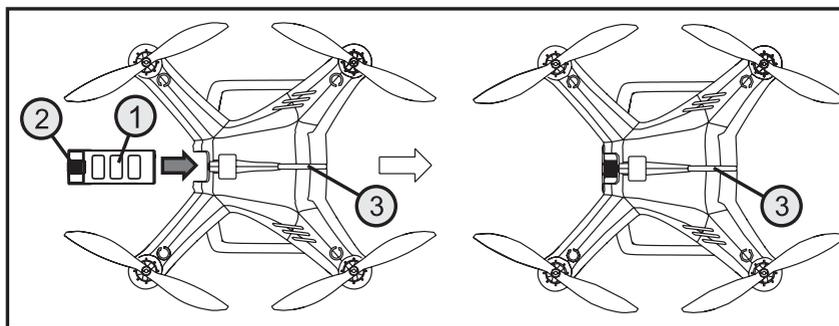

Figura 16
Ora spingere l'accumulatore spento (vedere figura 16, pos. 1) con i contatti dei terminali di ricarica in avanti nel quadricottero. Premere leggermente la superficie corrugata del meccanismo di blocco dell'accumulatore (vedere figura 16, pos. 2) in modo che la linguetta di bloccaggio scatti e l'accumulatore venga trattenuto in modo sicuro nel quadricottero.
I LED di stato (vedere figura 16, pos. 3) si illuminano di luce gialla (rosso e verde) e il quadricottero esegue un auto-test. Dopo un breve periodo di tempo i LED rivolti verso il basso presenti sui bracci lampeggiano e il quadricottero emette un breve segnale acustico.